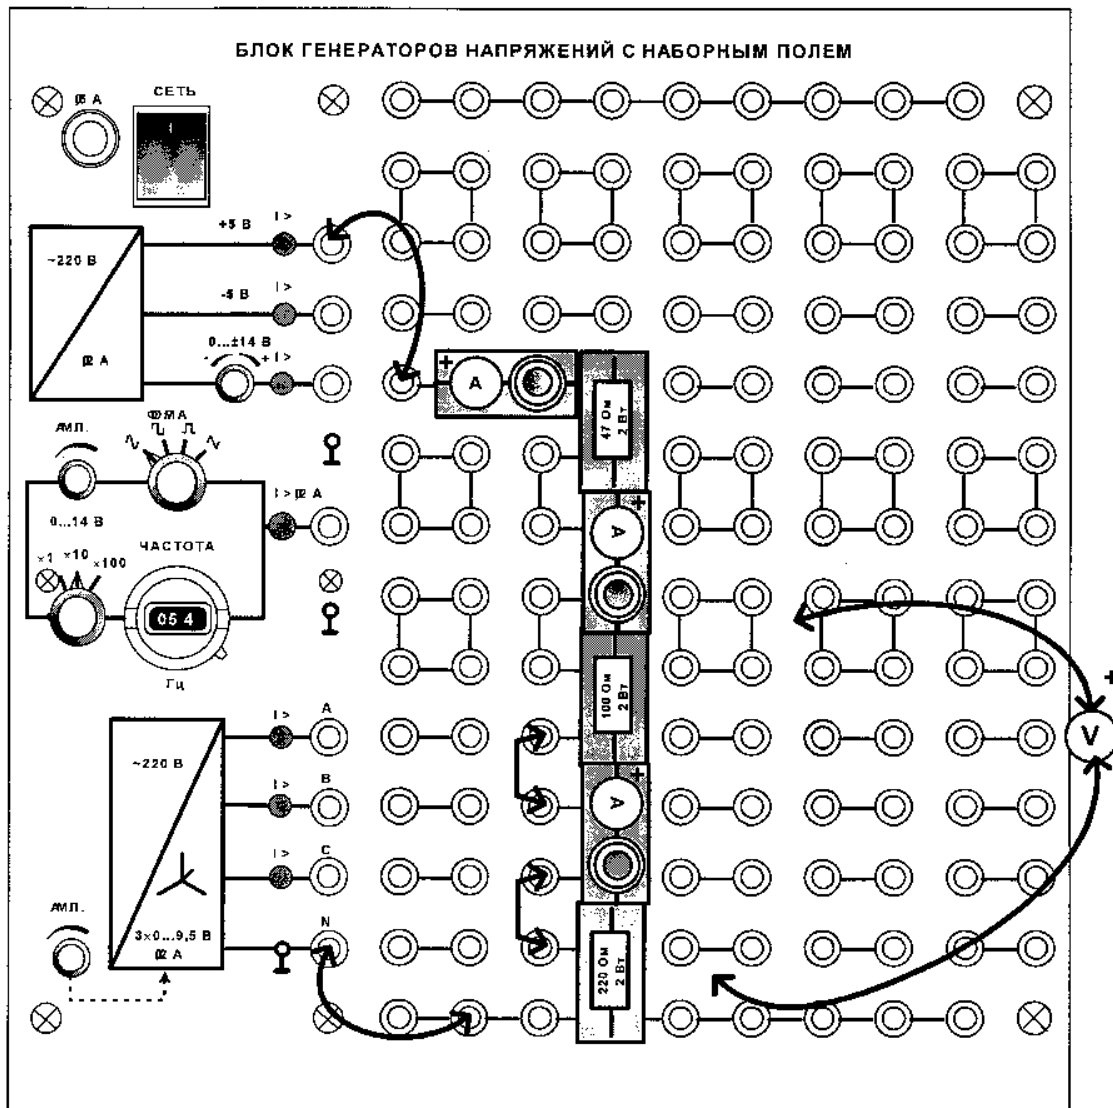

Рис. 2.2 Монтажная схема
1. Соберите цепь согласно монтажной схеме (рис. 2.2). Последовательно с резисторами 47, 100 и 220 Ом включите специальные миниблоки для подключения амперметра.